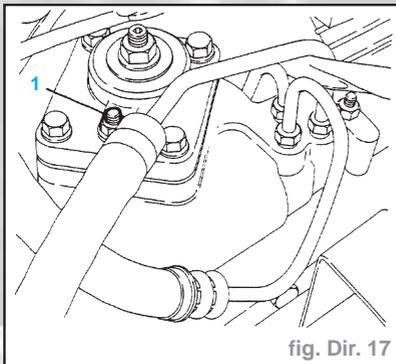

fig. Dir. 17
- Moteur au ralenti, desserrer la vis de la purge (1) sur le boîtier de direction (Fig. Dir. 17). Lorsque du liquide suinte au niveau de la vis, le resserrer.